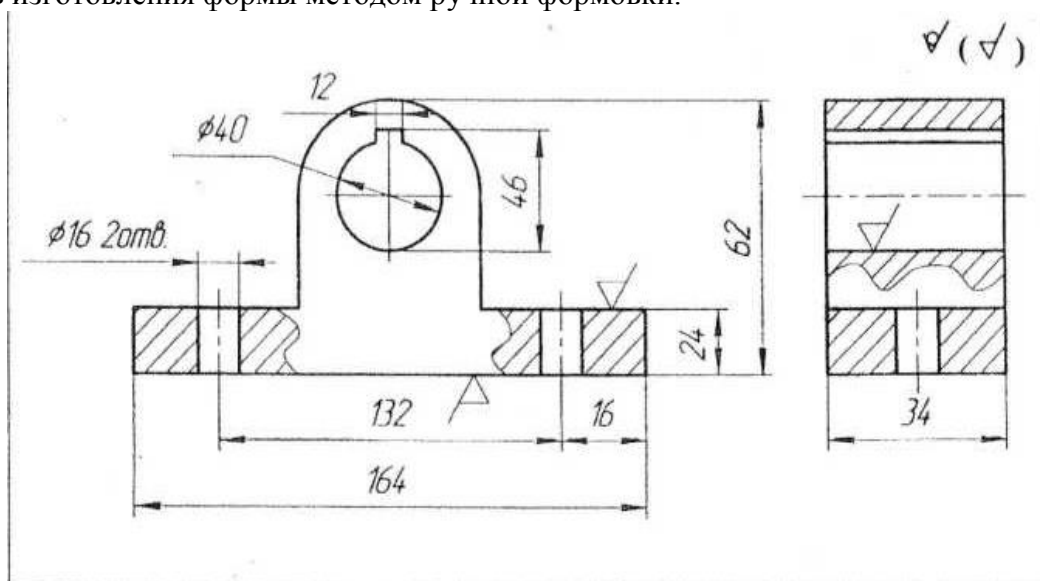

Рисунок 4. Корпус, СЧ 18.
3. По эскизу детали (рис. 4) разработайте процесс ее изготовления методом литья в песчаную форму, опишите технологические возможности метода и укажите область его применения, по эскизу детали разработать эскиз отливки с модельно-литейными указаниями, привести эскизы модели, стержневого ящика и собранной литейной формы (в разрезе), описать последовательность изготовления формы методом ручной формовки.